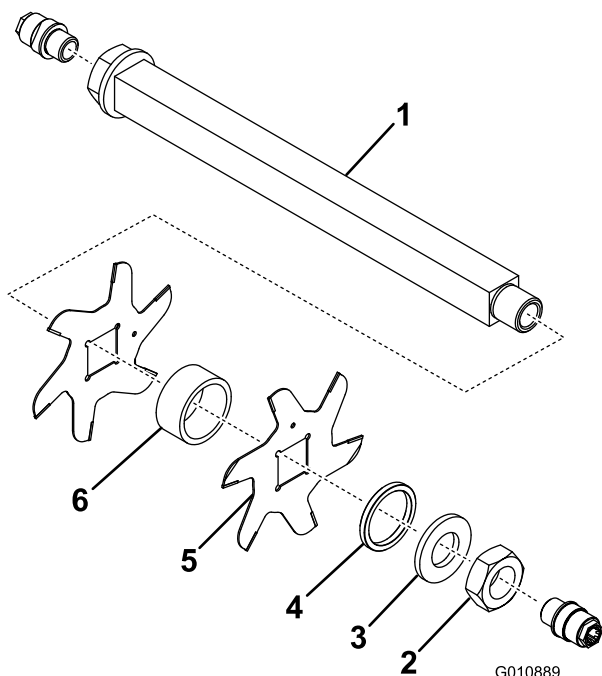

図 11
3. 小さいスペーサ、ワッシャ、ブレード、大きいスペーサを取り外す。シャフトをきれいに洗い、次の組み立てに備えてシャフト全体に薄くグリスを塗る 図 11。